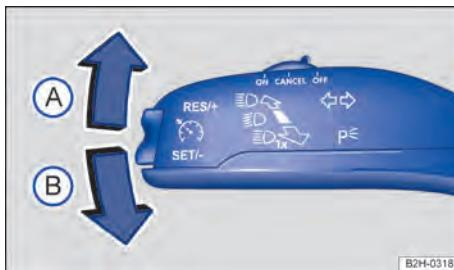

Fig. 70 À esquerda na coluna de direção: alavanca dos indicadores de direção e do farol alto.
- Traga a alavanca dos indicadores de direção e do farol alto da posição central para a seguinte posição → Fig. 70: